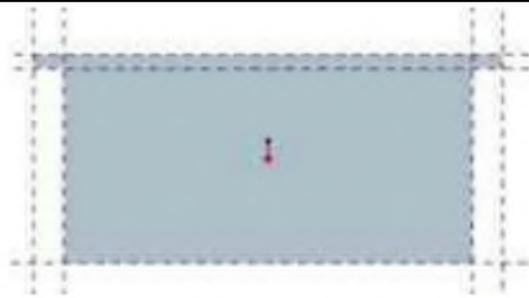

图 1-6
2) 调整视图方向，选择“草绘”|“参照”，选取图 1-6 所示的线为参照，然后单击“草绘方向”按钮 ，使草绘平面与屏幕平行。